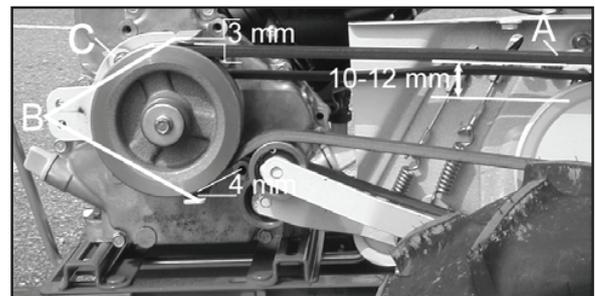

Figura 18
- Empurre a correia com um dedo (A, figura 18). A correia deve se mexer de 10 a 12 mm. Se a correia não se mexe, realize o ajuste dos "fios de tensão" de novo.